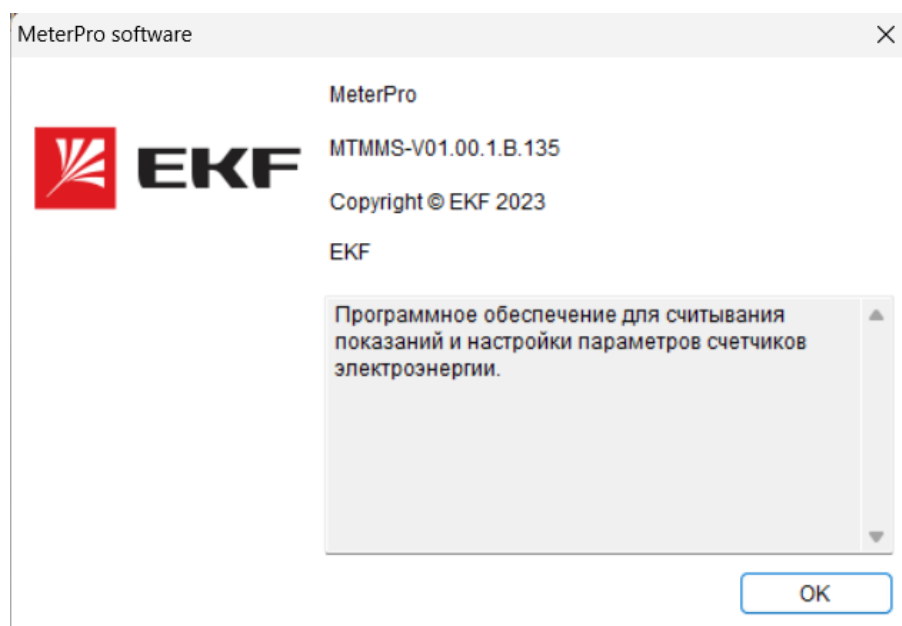

Рисунок 16 - О программе
-  - О программе. Открывает окно с информацией о программе (рисунок 16)